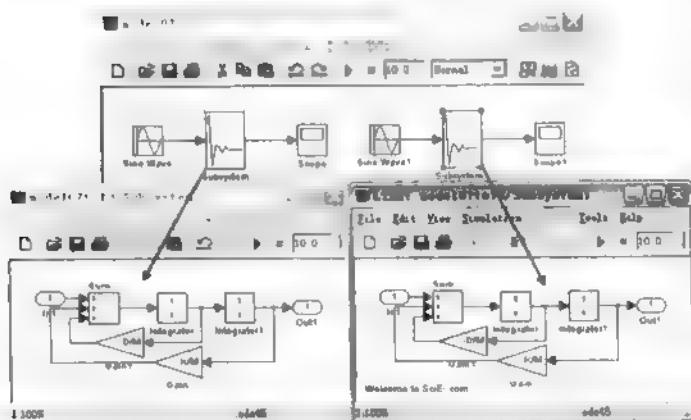

图 7.63 比较关联与不关联两个模块的不同
(4) 用鼠标分别右击模型中的 Subsystem 模块和 Subsystem1 模块，在弹出的菜单中选择 Look under mask 命令，可以对比弹出窗口的不同，如图 7.63 所示。
从图 7.63 中可以发现, Subsystem 模块和 Subsystem1 模块的不同, Subsystem 模块并没有随着库模块一起改变, 而 Subsystem1 模块则随着库模块一起改变。从中就可以体会到关联的作用了。